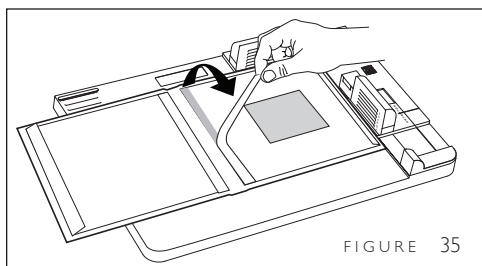

FIGURE 35
3. Placer une couverture rigide pour album photo Fastback, côté adhésif faisant face vers le haut, dans le guide de couverture rigide, avec la fenêtre sur la droite, et pincer pour maintenir en place. Les bords supérieur et inférieur de la couverture doivent se trouver sous les butées vertes transparentes. Si la largeur du fascicule est C ou plus large, on peut utiliser les inserts en plastique verts pour assurer que le bloc de feuillets ne change pas de forme pendant la reliure. Enlever la bande étroite de papier de protection du contreplat droit (côté fenêtre) de la couverture rigide Fastback, ce qui expose une petite partie de l'adhésif de reliure super-fort qui recouvre l'intérieur des couvertures rigides. (Figure 35).